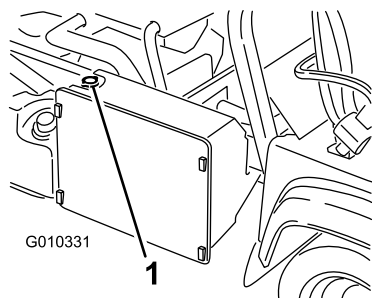

Figura 54
3. Retire o tampão do radiador (Figura 54).
7. Tape o radiador e instale o tampão (Figura 54).